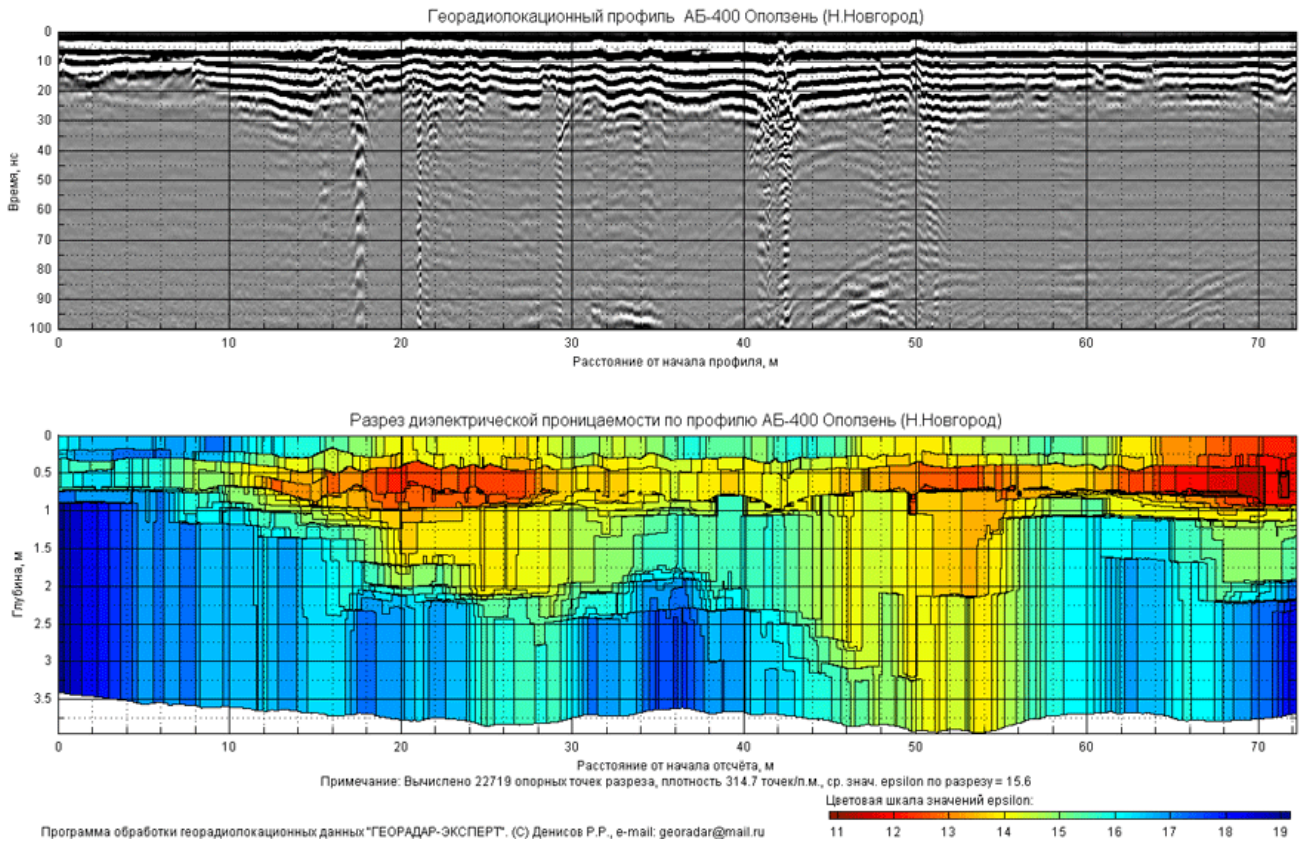

Рис. 4
- Увеличивается глубинность георадиолокационных исследований – алгоритм распознавания фрагментов дифракционных годографов имеет высокую помехоустойчивость и удовлетворительно работает и в шумовой области радарограммы [Рис. 4].